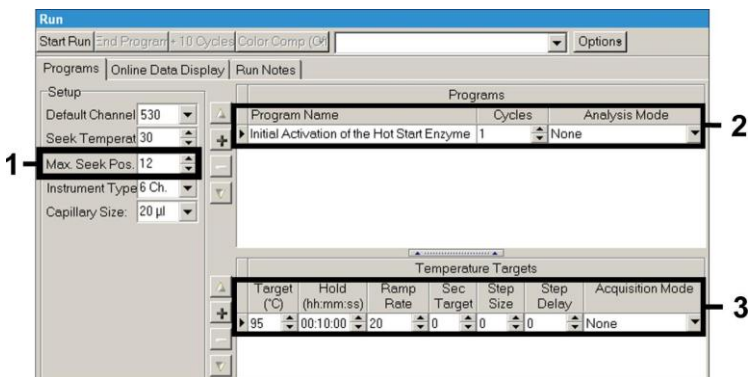

Fig. 8: Ativação inicial da enzima de começo quente.
De seguida, para a detecção de ADN do CMV, criar um perfil de temperatura no instrumento *LightCycler 2.0* de acordo com os cinco passos seguintes (ver Fig. 8 – 12).
- A. Ativação inicial da enzima de começo quente Fig. 8
Assegurar que primeiro é introduzido o número de capilares preparados para este ensaio de PCR (*Max. Seek Pos.*, ver Fig. 8).